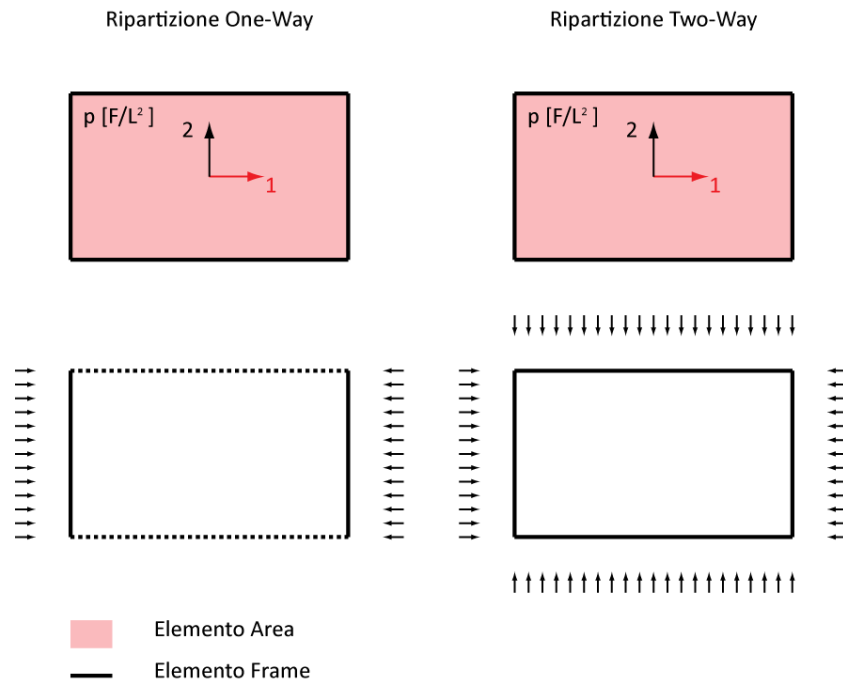

Figura 2
- impostare se la ripartizione debba essere monodirezionale (*One-Way*) o bidirezionale (*Two-Way*). Selezionando la prima opzione il carico verrà ripartito uniformemente lungo la direzione dell'asse locale 1 degli elementi area, selezionando la seconda il carico verrà ripartito lungo entrambe le direzioni locali degli elementi (vedi Figura 2);